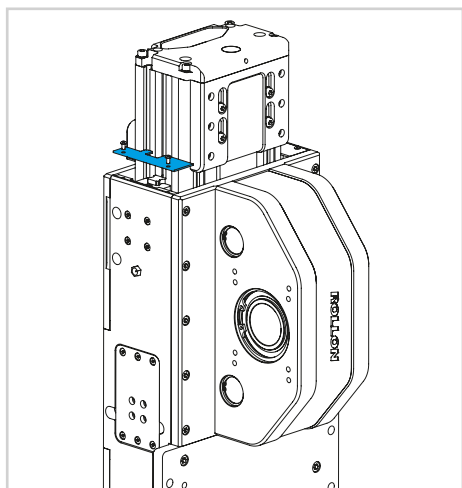

Fig. 19
- 1) Rimuovere la piastra di copertura sulla sommità o sul lato inferiore del carro, a seconda del punto di sostituzione del pattino a ricircolo di sfere. Svitare le due viti (vedi Fig. 19).